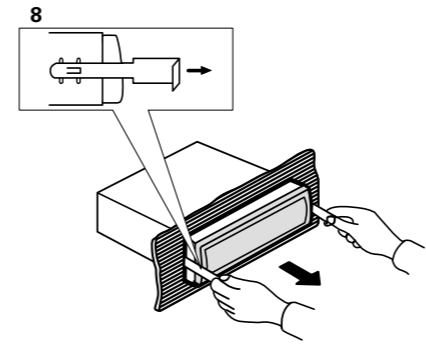
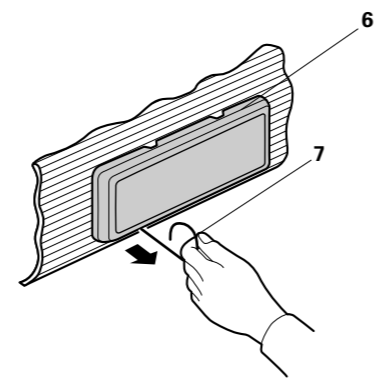

Fig. 5
Fig. 4
**Removing the Unit (Fig. 4) (Fig. 5)**
**Quitado de la unidad (Fig. 4) (Fig. 5)**